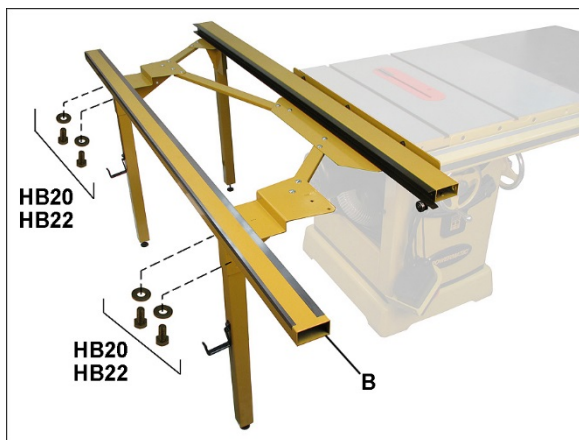

Рисунок 7-9
- Используйте **КОМПЛЕКТ КРЕПЕЖА 2**: Установите внешнюю направляющую (В, Рисунок 7-9) на кронштейны ножек. **ПРИМЕЧАНИЕ.** Более широкая металлическая полоса расположена ближе к циркулярной пиле. Расположите направляющую так, чтобы винты находились посередине пазов, и *затяните винты только руками.*